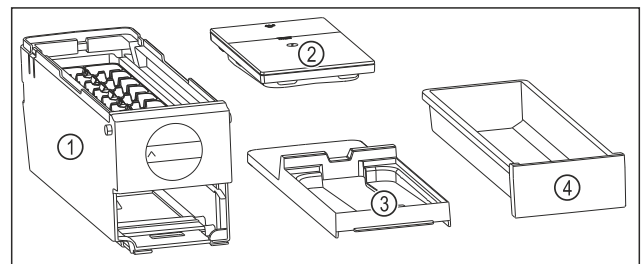

Fig. 145 Bestandteile des EasyTwist-Ice
- EasyTwist-Ice ist in vier Teile zerlegt. (siehe Fig. 145)
- EasyTwist-Ice nur in abgebildete Bestandteile zerlegen. (siehe Fig. 145)
- EasyTwist-Ice-Korpus Fig. 145 (1) als Ganzes reinigen.